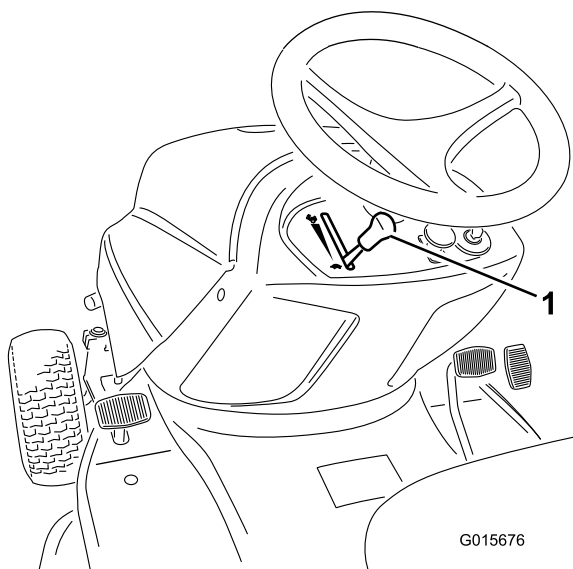

Figura 10
5. Para arrancar un motor frío, coloque la palanca de control del acelerador en la posición de Estárter (arriba del todo) (Figura 10).
6. Mueva la palanca de control del acelerador a Lento (tortuga) (Figura 10).
1. Mueva la palanca de control del acelerador a Lento (tortuga) (Figura 10).